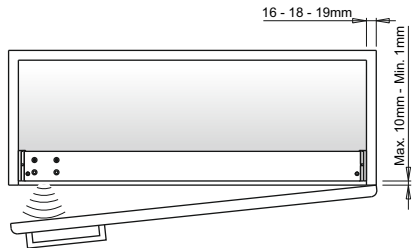

Fig 6
- Position the supports (4) as per the measurements shown in figure 6.
- Graft the lamp to the stirrups (4) up to when it will be stopped by the hook on them, making the cable pass as shown in the detail "A".
- Unter Beachtung der in der Abbildung 6 angegebenen Maße die Halterungen (3) anbringen.
- Einstecken die Lampe zu den Bügel (4) bis es vom anwesenden Haken auf die derselbe gestoppt werden wird, da wird es das Kabel reichen lassen, wie in der Einzelheit "A" darstellt.